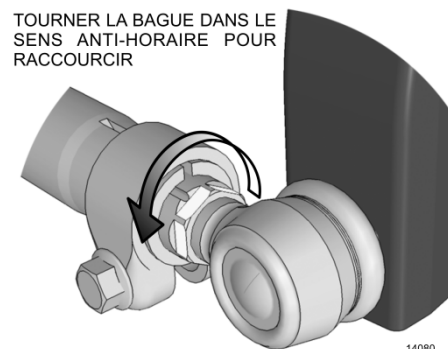

**FIGURE 6**
9. Pour prévenir des interférences entre les vis de colliers de serrage et les autres composantes de la direction, la vis doit être orientée tel qu'indiqué à la FIGURE 6. **Serrer l'écrou à 118-133 lb-pi.**